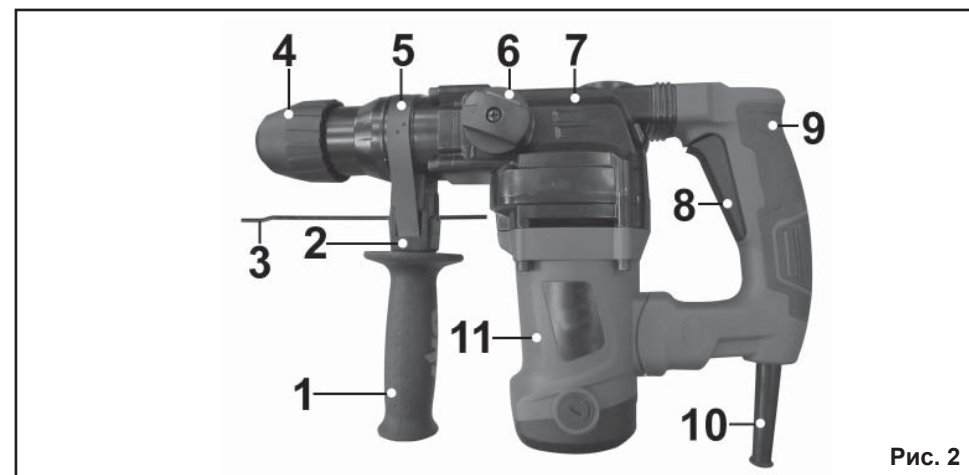

Рис. 2
6. УСТРОЙСТВО ПЕРФОРАТОРА (Рис.2)
7. СБОРКА (Рис.2)